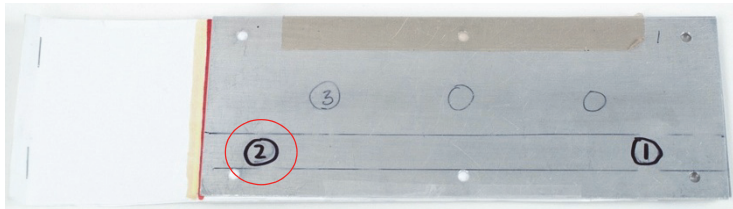

Abbildung 5-102 Position 2 auf dem Justierkörper
7. Halten Sie die Sonde auf Position 2 (siehe Abbildung 5-102 auf Seite 215) und drücken Sie dann die Direktzugriffstaste FREEZE (❄).